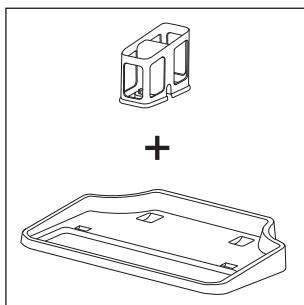
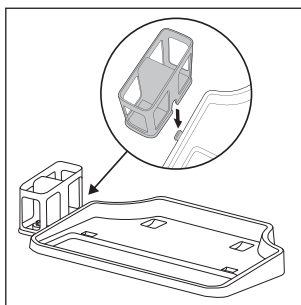

Fig. 4
Fig. 5
- ♦ La station d'accueil et de nettoyage est composée d'un socle **4** et d'un support pour rouleau brosse **5** (voir fig. 4). Pour monter la station d'accueil et de nettoyage, glissez le support pour rouleau brosse **5** latéralement dans l'ouverture sur le socle **4**. Glissez le support pour rouleau brosse **5** vers le bas jusqu'à ce qu'il encliquète audiblement dans l'ouverture et qu'il soit bien fixé sur le socle **4** (voir fig. 5).